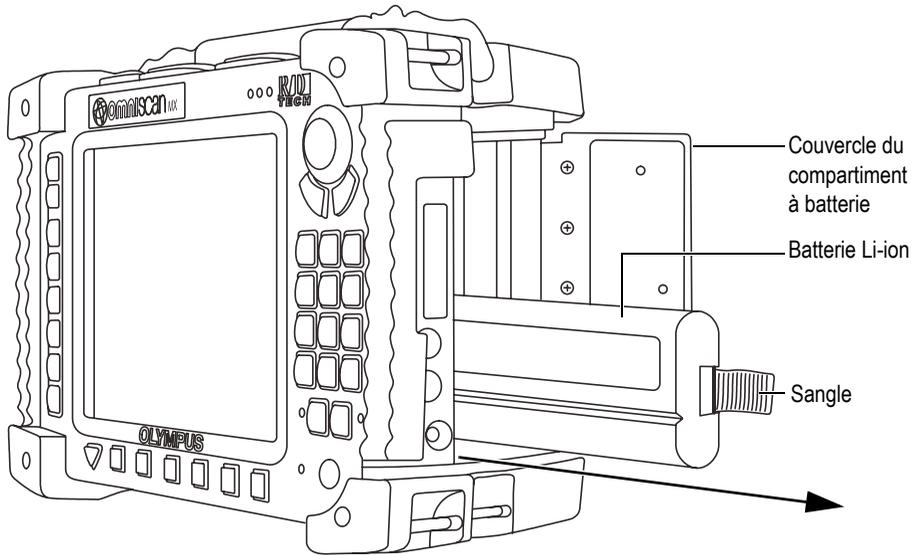

Figure 8-3 Retrait de la batterie Li-ion
2. Si une batterie est installée dans le compartiment, tirez sur la sangle pour retirer la batterie (voir la Figure 8-3 à la page 102).